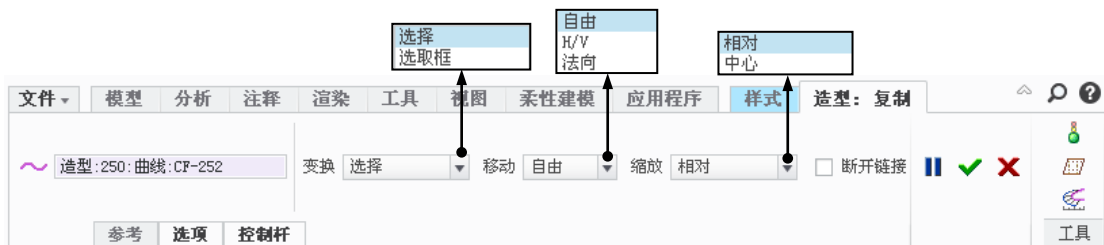
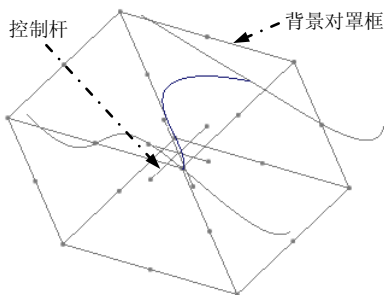

图 8.3.64 “造型：复制”操控板
图 8.3.65 进入“编辑”环境
(1) 在 **样式** 操控板中选择 **曲线**  **复制** 命令。此时操控板如图 8.3.64 所示，同时模型周围会出现图 8.3.65 所示的控制杆和背景对罩框。